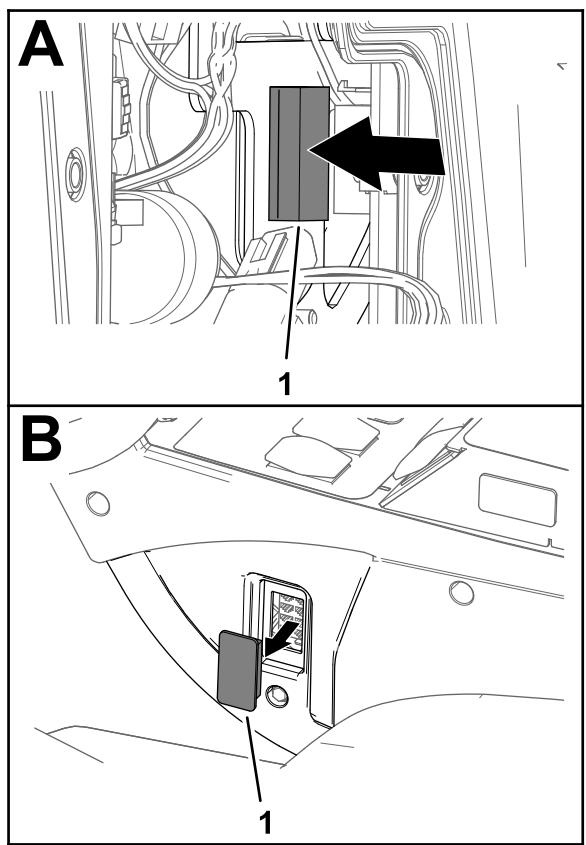

Figura 14
2. Desde dentro del panel de control, presione sobre el tapón para sacarlo del lateral del panel de control (Figura 14).